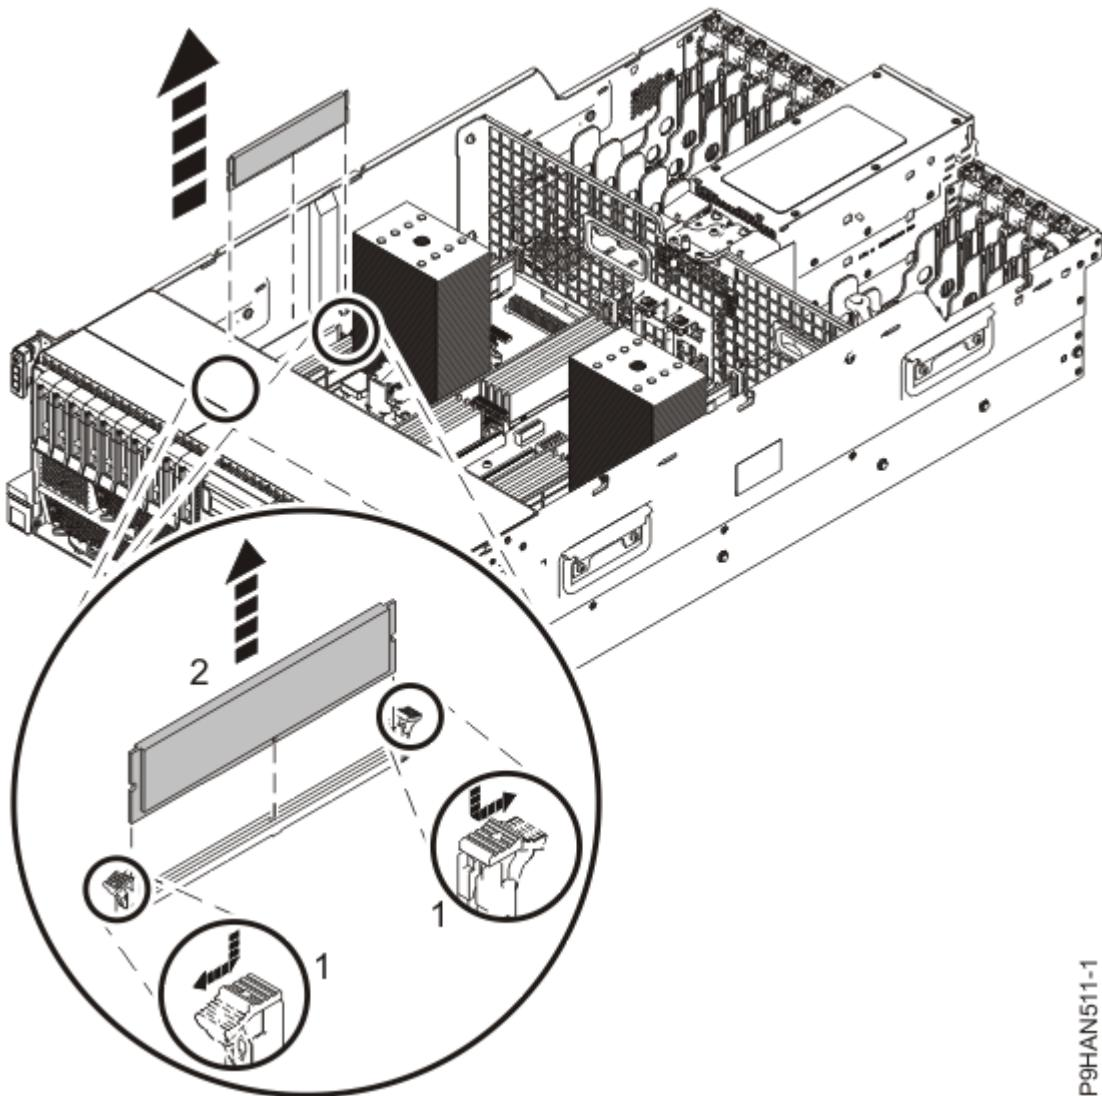

図 50. メモリー・モジュールの取り外し
3. メモリー・モジュールをそのコネクターからアンロックするには、ロッキング・タブ (A) を、66 ページの図 50 に示されている方向に同時に押してメモリー・モジュールから外します。